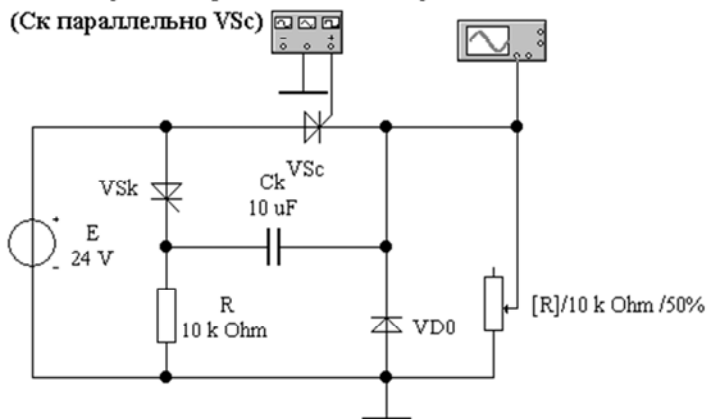

Рис. 20.8. ИППН с узлом параллельной коммутации ( $C_k$  параллельно  $V_{Sc}$ ) (файл **ippn1.ewb**)
2. Исследование импульсных преобразователей постоянного напряжения (ИППН). ИППН с узлом параллельной коммутации ( $C_k$  параллельно  $V_{Sc}$ ) (файл **ippn1.ewb**, рис. 20.8).